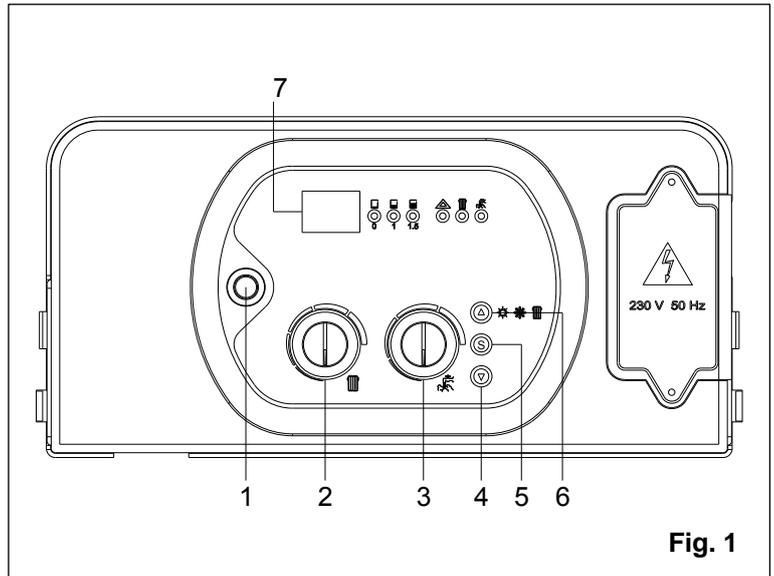

Fig. 1
- il manometro inserito nella presa di pressione **B** (fig. 1) segnerà la pressione gas;
- a. posizionare l'interruttore di accensione (1) su **OFF** (fig. 1);